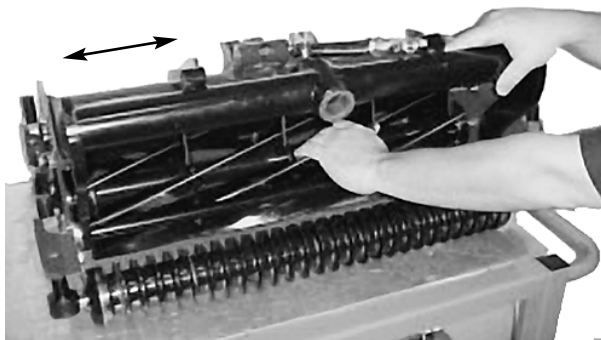

Figure 22
2. Saisissez l'arbre du cylindre et essayez de bouger l'ensemble cylindre d'un côté à l'autre (Fig. 22).